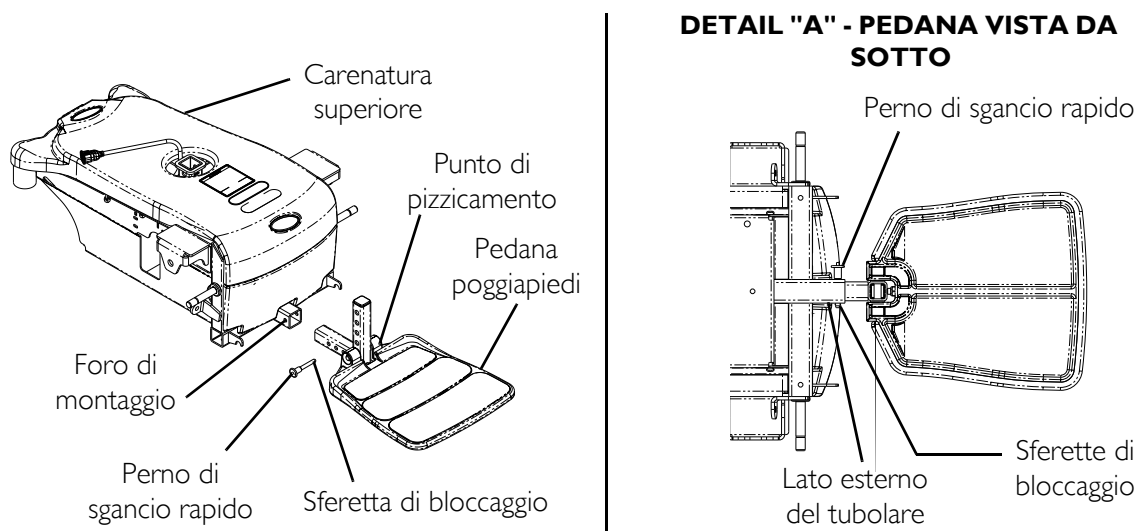

FIGURA 8.1 Rimozione/Installazione della pedana poggiapiedi
NOTA: Per questa procedura, vedere la FIGURA 8.1.
2. Inserire il perno di sgancio rapido, tenendo sempre premuto il pulsante mentre si inserisce il perno nel foro scelto per la posizione più idonea. Assicurarsi che le sfere di aggancio siano completamente rilasciate e in posizione esterna rispetto al tubo di aggancio (Dettaglio "A" della FIGURA 8.1).